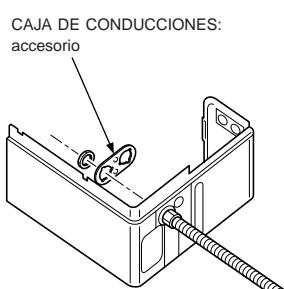

Fig. 6-1
6.2. Caja de control y posición de conexión de los cables (Fig. 6-1)
- Conecte la línea de transmisión de la unidad interior al bloque de terminales de transmisión (TB3) o conecte el cableado entre las unidades exteriores o el del sistema de control central al bloque de terminales del control central (TB7). Al utilizar un cable blindado, conecte la toma de tierra blindada de la línea de transmisión de la unidad interior al tornillo de tierra (Ⓐ) y conecte la toma de tierra blindada de la línea entre las unidades exteriores y la línea de transmisión del sistema de control central al terminal blindado (S) del bloque de terminales del control central (TB7). Además, en el caso de las unidades exteriores cuyo conector de alimentación CN41 se ha sustituido por el CN40, el terminal blindado (S) del bloque de terminales (TB7) del sistema de control central también debe conectarse a tierra (Ⓐ).